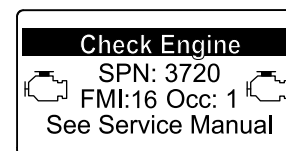

Figura 97
- Se o motor falhar CHECK ENGINE SPN 3251 FMI 0, CHECK ENGINE SPN 3720 FMI 0 ou CHECK ENGINE SPN 3720 FMI 16 no ecrã do InfoCenter (Figura 97), limpe o filtro de fuligem seguindo estes passos: